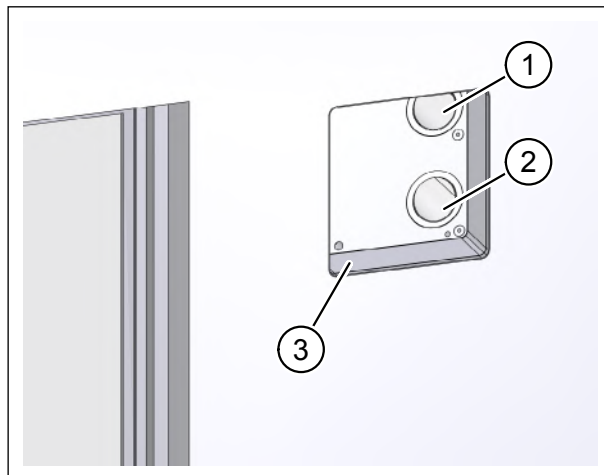

Abb. 19: Lüftungsrohre bündig mit Innenseite des Montagesets – Sicht auf die Innenwand
- ▶ Schieben Sie das Außenluftrohr (Pos. 1 in Abb. 19) und das Fortluftrohr (Pos. 2 in Abb. 19) so weit in die Öffnungen des Montagesets für das Lüftungsgerät (Pos. 3 in Abb. 19, in diesem Beispiel M-WRG-M/MB) ein, dass die Rohre bündig mit der Innenseite des Montagesets abschließen.